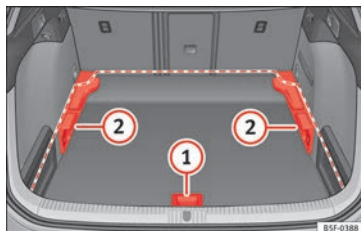
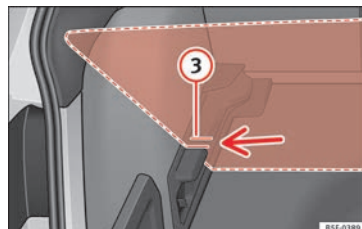

Fig. 136 Piso variable del maletero: posiciones.
Fig. 137 Piso variable del maletero: ranuras inclinadas.
- Levante el piso por el asidero » » » **fig. 136** ①, tire de él hacia atrás hasta que la parte delantera del piso rebase totalmente los soportes ②.
- Haga desplazar sobre estos el piso hacia adelante hasta que haga tope en el respaldo de los asientos posteriores y, a continuación, baje el piso con el asidero ①.
- Levante el piso variable por el asidero » **fig. 136 ❶** y tire de él hacia atrás hasta que la parte delantera del piso rebase las ranuras inclinadas » **fig. 137 ❸**.
- Haga pasar el piso por dichas ranuras ayudándose con el asidero ❶ hasta que haga tope en el respaldo de los asientos posteriores y se apoye el piso en las ranuras.